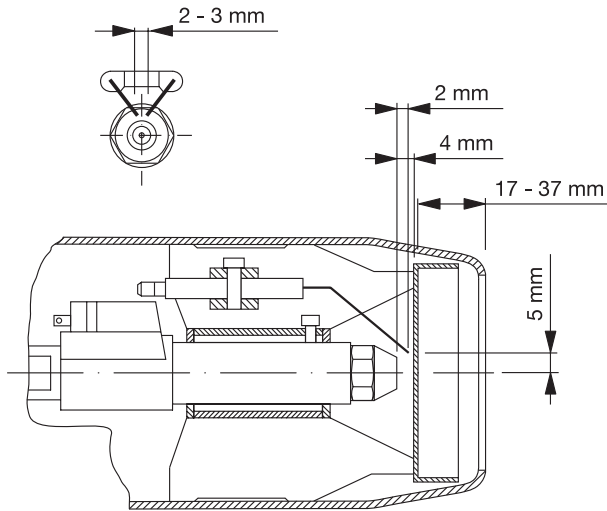

Abbildung 10 / Figure 10
- Abstand zwischen Stauscheibe und Düse (siehe Abb. 10).
- For the distance between baffle plate and nozzle (see fig. 10).
- Ecart entre l'écran réducteur de pression et le gicleur (Cf. fig. 10).
- Die Einstellmaße der Zündelektroden sind zu prüfen bzw. einzustellen (siehe Abb. 10). Anschließend den Brenner in Betriebsposition bringen und Service-Schraube anziehen.
- The settings of the ignition electrodes are to be inspected and/or re-adjusted (see fig. 10).
- Vérifier et éventuellement régler les références de position des électrodes d'allumage (Cf. fig. 10). Mettre ensuite le brûleur en position de service et visser la vis de service.